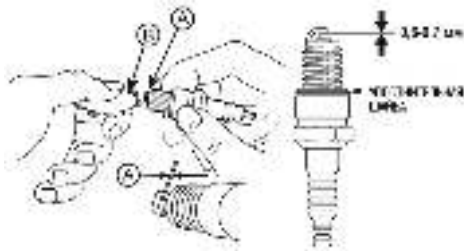

Рис. 14. Проверка зазора между электродами
4. Измерьте зазор А между электродами В. Зазор должен быть 0,6-0,7 мм (Рис. 14). При увеличении или уменьшении требуемого зазора рекомендуется заменить свечу, так как регулировка зазора может привести к изменению качества искрообразования.